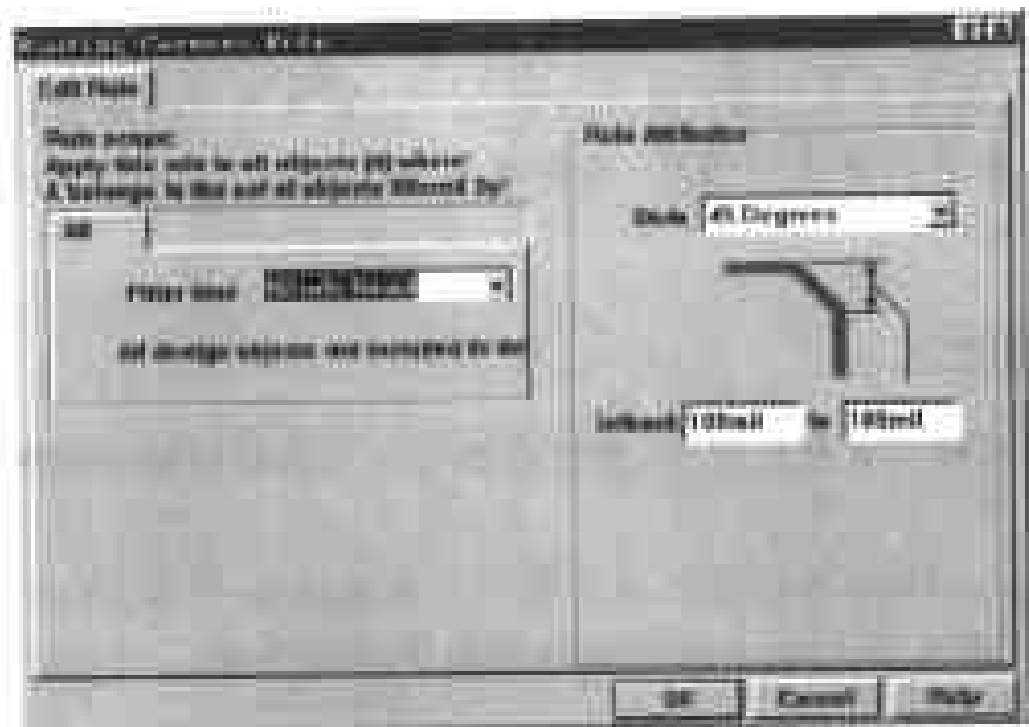

图 9-5 设置转角方式的对话框
(2) 单击对话框底部的 Add 命令按钮，弹出如图 9-5 所示的对话框，供用户设置新的转角方式规则。
(3) 在对话框左边单击 All 小标签中的 Filter kind 选项的下拉列表框，在弹出的下拉列表中提供了若干选项，供用户决定要对哪种类型的对象设置转角规则，各个选项所对应的对象类型如下：
注意: 在如图 9-5 所示的对话框中单击 Style 选项的下拉列表框,在弹出的下拉列表中选择 45 Degrees 和 Rounded 的时候,在对话框中就会显示出 Setback 和 to 这两个选项;而选择 90 Degrees 的时候,则不显示这两个选项。另外,当用户在 Style 下拉列表框中选择 45